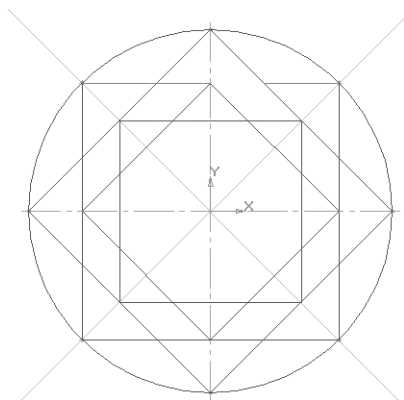

Рис. 79
- щелчком ЛКМ ненужный участок удалится (рис. 79);